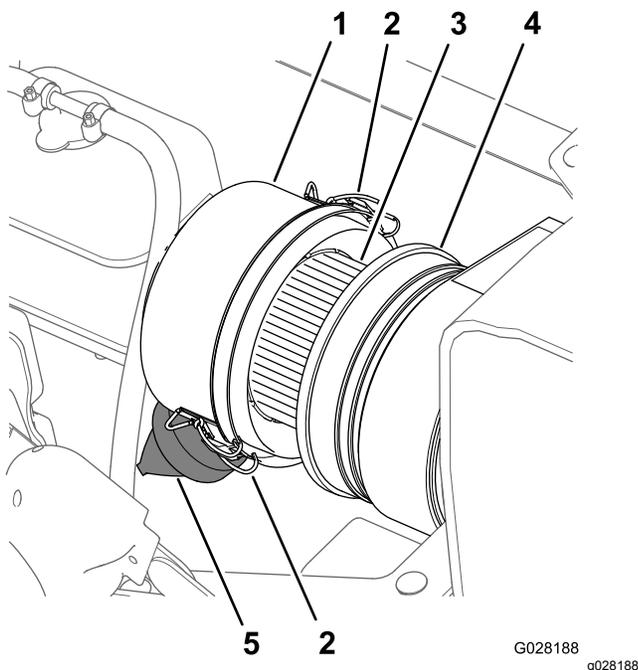
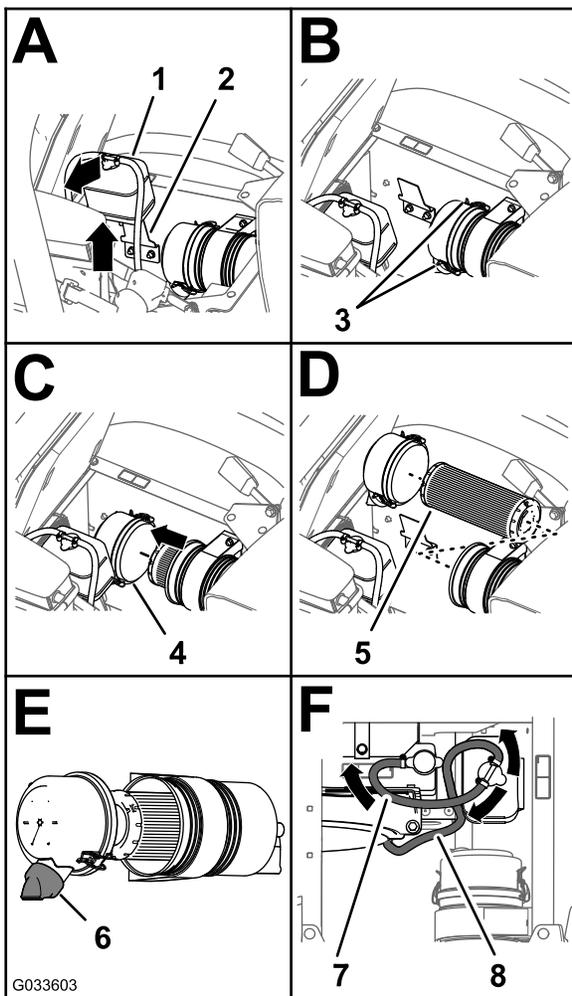

Figure 65
Figure 66
3. Essuyez soigneusement le capuchon antipoussière et le boîtier du filtre à air (Figure 65).
4. Recherchez sur le boîtier du filtre à air des dommages susceptibles d'occasionner des fuites d'air (Figure 65).
5. Pressez la valve à poussière pour éliminer les saletés, la poussière et les débris (Figure 65).
7. Vérifiez que l'élément du filtre à air ne présente pas de dépôts excessifs de poussière, saleté ou débris (Figure 65).
8. Reposez le capuchon antipoussière sur le boîtier du filtre à air et fixez-le en place avec les 2 attaches (Figure 65).
2. Nettoyez le capuchon antipoussière et le boîtier du filtre à air (Figure 65).
3. Soulevez le réservoir de trop-plein de liquide de refroidissement pour le déposer de son support (Figure 66).
- Desserrez les 2 attaches qui fixent le capuchon antipoussière sur le boîtier du filtre à air (Figure 66).
- Nettoyez l'intérieur du capuchon antipoussière, du boîtier du filtre à air et de la valve à poussière avec un chiffon humide (Figure 65 et Figure 66).
- Insérez l'élément filtrant dans le boîtier du filtre à air (Figure 66).
- Reposez le couvercle sur le boîtier du filtre à air et fixez-le en place avec les 2 attaches (Figure 66).
Remarque: Vérifiez que la valve à poussière est bien alignée entre les positions 5 et 7 heures vue de l'extrémité (Figure 66).
- Placez le réservoir de trop-plein du liquide de refroidissement en face de son support et fixez solidement le réservoir (Figure 66).